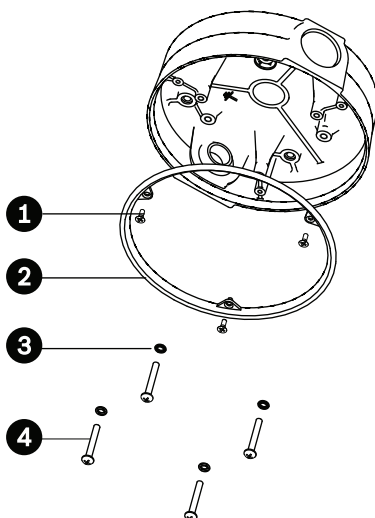

Figura 4.6 Colocação da junta circular e do anel de retenção para instalação exterior
3. Faça os quatro (4) orifícios no local de instalação. Utilize parafusos com um comprimento mínimo de 10 mm (.39 pol.).
5. Enrosque as quatro (4) juntas circulares de 3,97 mm de Di por Ø1,78 mm (item 3, *Figura 4.6*) nos quatro (4) parafusos de cabeça chata M4 ou #10 fornecidos pelo utilizador. As juntas circulares são fornecidas com a câmara para exterior AutoDome Easy II.
- b. Enrosque o lado plano da junta (item 1, em baixo) no lado côncavo do anel de retenção (item 2). A figura em baixo mostra uma secção transversal da junta no anel de retenção.